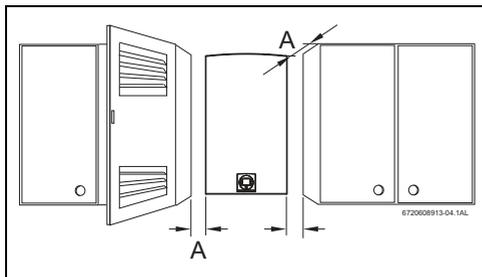

Рис. 21 Минимальные расстояния
- ▶ Соблюдайте минимальные монтажные размеры, указанные на (Рис. 21).
- ▶ обеспечьте достаточный доступ для обслуживания с учетом минимальных расстояний, указанных на Рис. 21 .